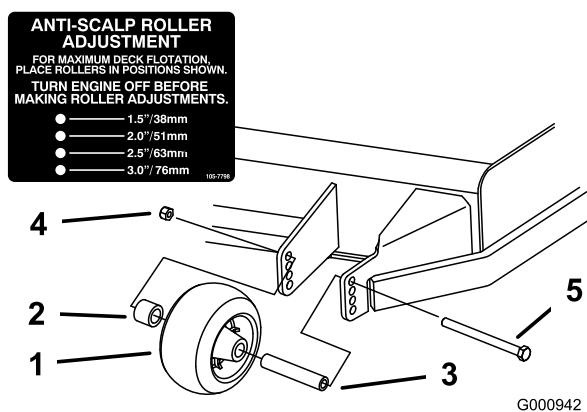
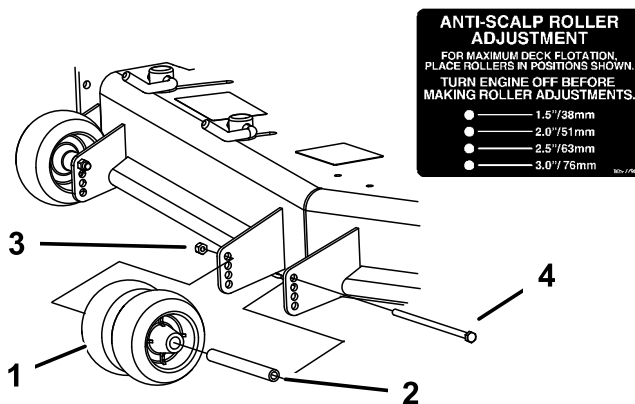
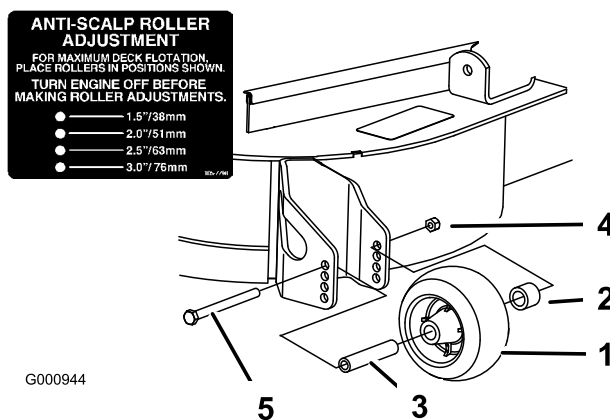

Figure 20
Figure 21
Figure 22
3. Après avoir réglé la hauteur de coupe, réglez les galets en retirant l'écrou à collerette, la bague, l'entretoise et le boulon (Figure 20, Figure 21 et Figure 22).
**Remarque:** Les deux galets centraux ne sont pas munis d'entretoise (Figure 21).
5. Posez l'écrou à collerette, la bague, l'entretoise et le boulon. Serrez à 54–61 Nm (40–45 pi-lb) (Figure 20, Figure 21 et Figure 22).